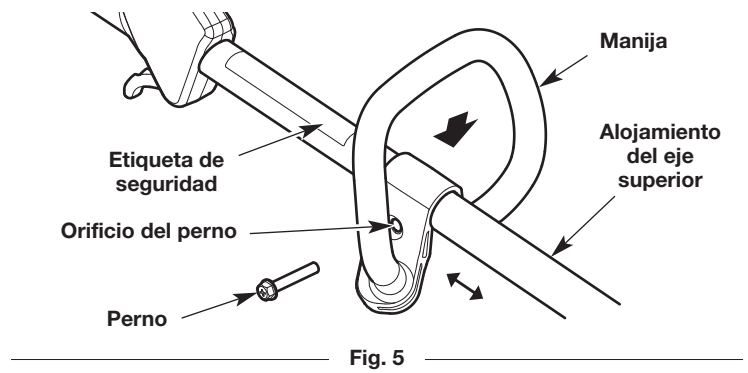

Fig. 5
1. Oprima la manija hacia abajo sobre el alojamiento del eje superior (Fig. 5). Asegúrese de que el orificio del perno mire hacia la derecha (Fig. 5).
2. Inserte el perno en el orificio del perno y oprímalo para que pase a través de él (Fig. 5). Ajuste el perno con un destornillador de cabeza plana, pero no lo ajuste completamente.
3. Mantenga la unidad en la posición de funcionamiento (Fig. 13). Mueva la manija hacia arriba o abajo del alojamiento del eje superior hasta que esté en una posición cómoda (Fig. 5). Compruebe que la manija esté ubicada más allá del extremo de la etiqueta de seguridad (Fig. 5).
1. Afloje el perno con un destornillador de cabeza plana (Fig. 5).
2. Mantenga la unidad en la posición de funcionamiento (Fig. 13). Mueva la manija hacia arriba o abajo del alojamiento del eje superior hasta que esté en una posición cómoda (Fig. 5). Compruebe que la manija esté ubicada más allá del extremo de la etiqueta de seguridad (Fig. 5).